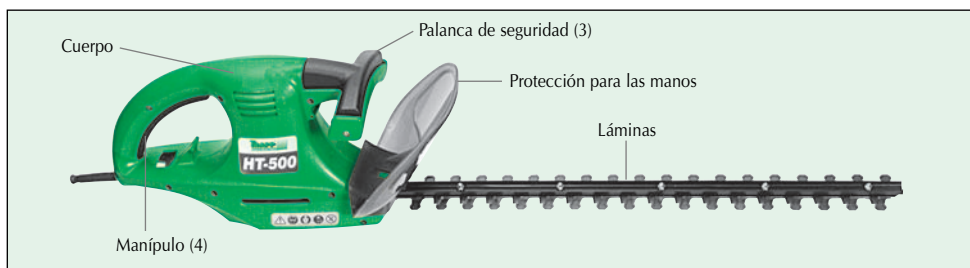

Fig. 1
- ✓ **Conectar** - Presione la palanca de seguridad delantera (3) y después, el manípulo (4) (Fig. 1).
- ✓ **Desconectar** - libere la palanca de seguridad (3) o el manípulo (4) (Fig. 1).